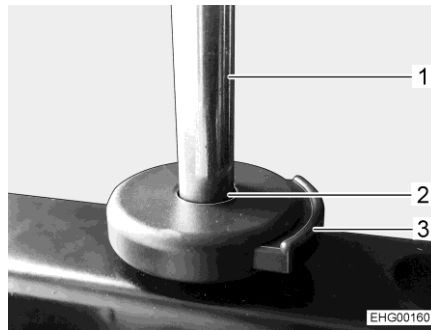

Fig. 22 Botón de desbloqueo (reposacabezas)
- Introducir las barras (Fig. 22,1) del reposacabezas en los soportes (Fig. 22,2).
- Pulsar el botón de desbloqueo (Fig. 22,3) y continuar empujando el reposacabezas a la posición deseada.
- Pulsar el botón de desbloqueo (Fig. 22,3).